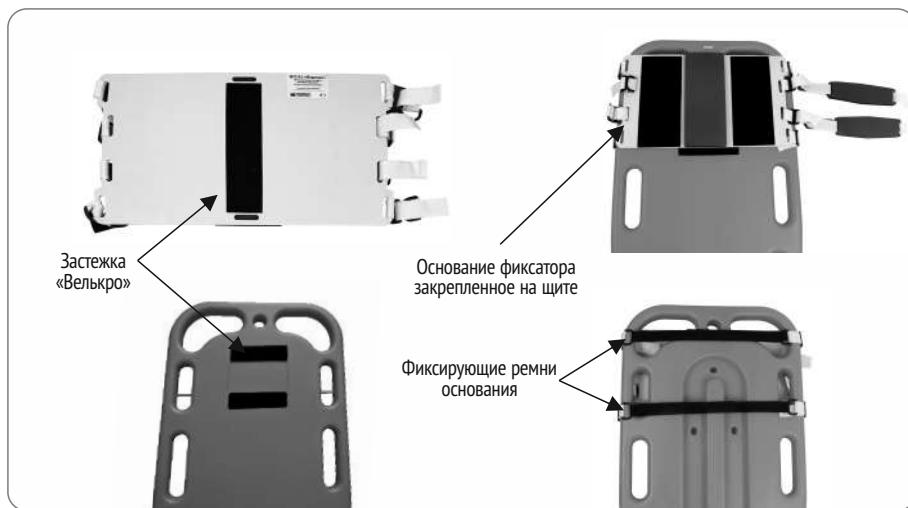

Рис. 3 Крепление основания фиксатора головы на щите иммобилизационном
- 6.3. Закрепите основание на щите иммобилизационном с помощью застежки «велькро» расположенной на тыльной стороне основания и лицевой стороне щита, дополнительно закрепите основание на щите с помощью фиксирующих ремней (Рис. 3).